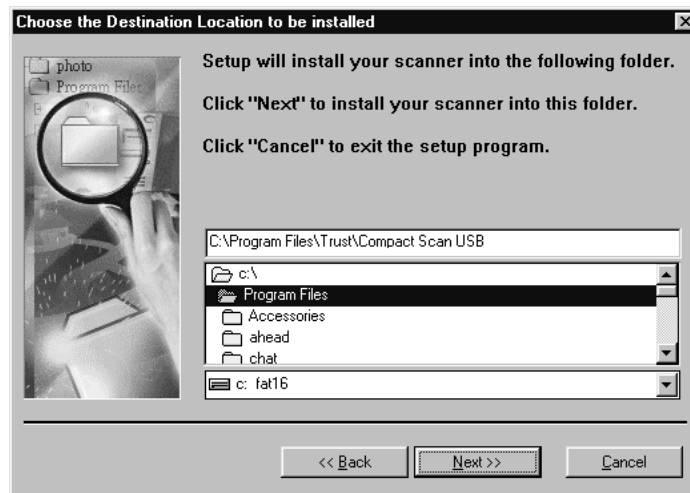

Figure 3 : définition d'un répertoire d'installation
6. La fenêtre suivante comporte l'information de bienvenue. Cliquez sur 'Suivant' {Next} pour continuer. La Figure 3 est affichée.